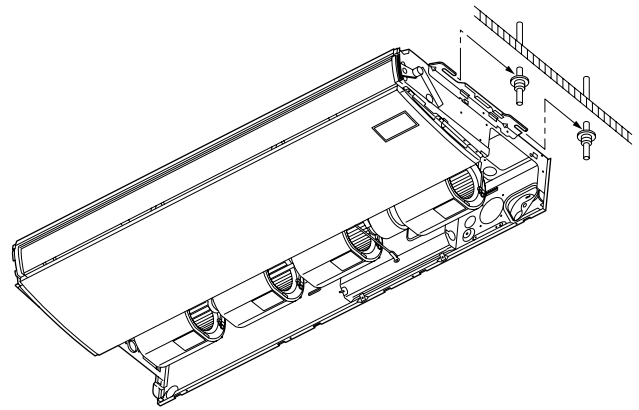

Abb. 3-126
- b) Die Inneneinheit anheben und an den Einschnitten auf den Unterlegscheiben aufsetzen, damit die Inneneinheit in dieser Position fixiert werden kann. (Abb. 3-126)